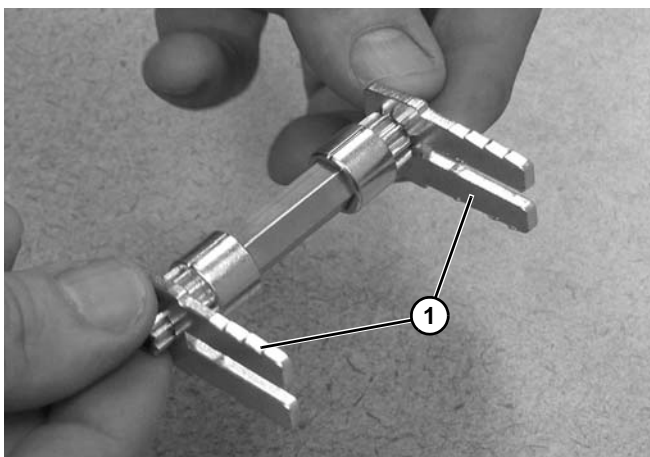

Figura 101
6. Inserte las placas de sujeción (**Figura 101, artículo 1**).